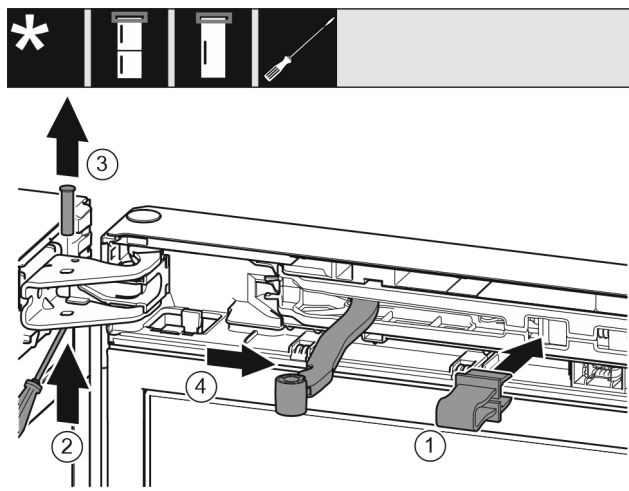

Fig. 9
- ▶ Encajar un seguro en la apertura. *Fig. 9 (1)*
- ▶ Desenroscar el perno con el destornillador. *Fig. 9 (2)*
- ▶ Extraer el perno hacia arriba. *Fig. 9 (3)*
- ▶ Girar la articulación en dirección a la puerta. *Fig. 9 (4)*